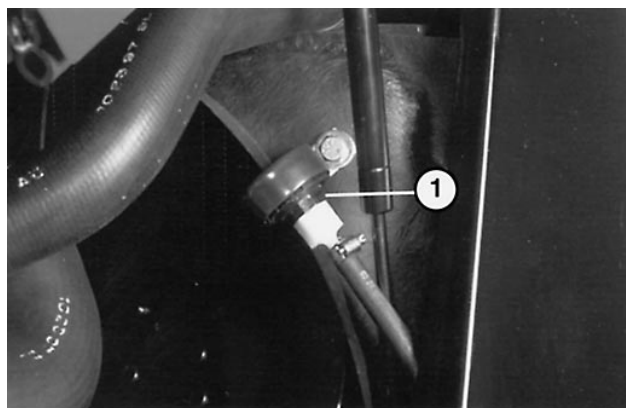

Figure 48
2. Le reniflard se trouve à droite du radiateur (Fig. 48). Nettoyer la surface autour du reniflard, le dévisser et poser le reniflard de rechange.